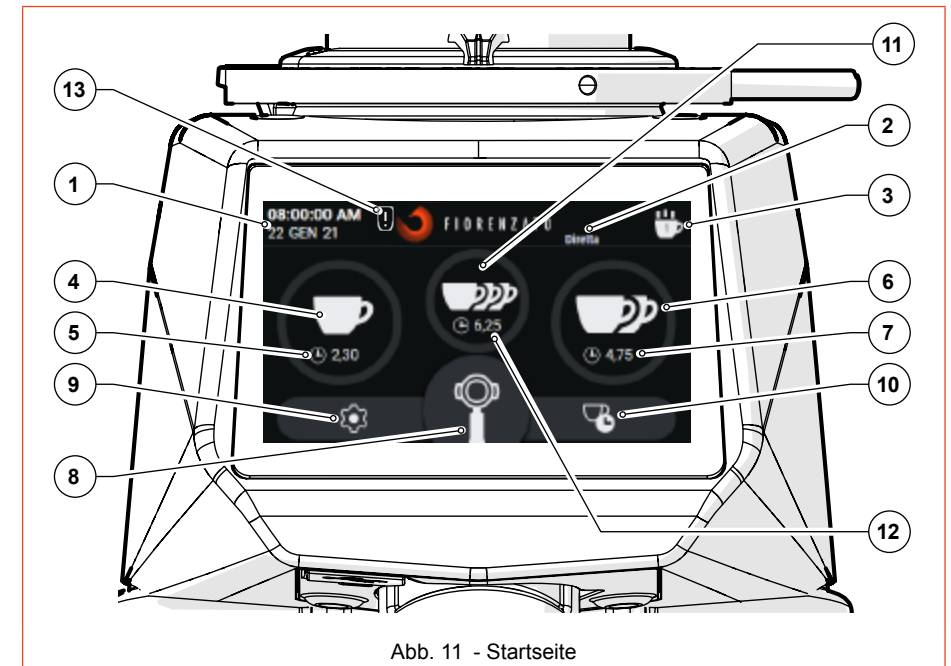

Abb. 11 - Startseite
Auf Abb. 11 wird die STARTSEITE mit der Beschreibung ihrer Funktionstasten und Anzeigefelder dargestellt. Die STARTSEITE kann über das „Einstellungsmenü“ individuell gestaltet werden. Das in der Abbildung wiedergegebene Bild kann also anders sein, als jenes, das beim ersten Einschalten Ihres Geräts auf dem Display angezeigt wird.
Mit Bezug auf Abb. 11, sind auf der STARTSEITE folgende Anzeigefelder und Funktionstasten vorhanden:
Um Zugang zum Einstellungsmenü zu erhalten reicht es aus, auf die Funktionstaste  zu drücken, die immer am linken unteren Rand des Displays sichtbar ist (siehe Abb. 11 Bestandteil 9) drehen. Nach erteiltem Befehl lädt das Display dann das Menü, über welches der zu ändernde Parameter und/oder die zu aktivierende/deaktivierende Funktion ausgewählt werden können, und zwar ganz einfach, indem die Liste der möglichen Optionen nach unten durchgegangen wird, bis der gewünschte Menüpunkt gefunden ist. Das Einstellungsmenü weist folgende Menüpunkte auf:
Die gewünschte Dosis (Einzel-, Doppel- oder Dreifachdosis, falls freigegeben) durch Berühren der entsprechenden Funktionstaste auswählen (siehe Abb. 11 Bestandteil 4, 6 oder 11). Das Icon der berührten Taste beginnt zu blinken, um die erfolgte Auswahl zu signalisieren.
Die Taste „**Manueller Mahlbetrieb**“ (siehe Abb. 11 Bestandteil 8) gedrückt halten, um einen kontinuierlichen Mahlvorgang zu starten. Der Mahlvorgang wird automatisch unterbrochen, sobald die Taste freigelassen wird.
Die der Einzel-, Doppel- oder Dreifachdosis entsprechende Funktionstaste (siehe Abb. 11 Bestandteil 4, 6 oder 11) berühren; nach erteiltem Befehl beginnt sogleich der Mahlvorgang der gewünschten Dosis.
In dieser Betriebsart ist der Aktivierungs-Mikroschalter deaktiviert und alle Dosis-Wahlschalter (siehe Abb. 11 Bestandteil 4, 6, 8 und 11) sind aktivierbar.
In dieser Betriebsart sind der manuelle Mahlvorgang (siehe Abb. 11 Bestandteil 8) und die Dosis-Wahltasten (siehe Abb. 11 Bestandteile 4, 6 und 11) deaktiviert.
Die gewünschte Dosis (Einzel-, Doppel- oder Dreifachdosis, falls freigegeben) durch Berühren der entsprechenden Funktionstaste auswählen (siehe Abb. 11 Bestandteil 4, 6 oder 11). Nach der Auswahl beginnt das Icon der berührten Taste zu blinken, um die erfolgte Auswahl zu signalisieren und bleibt bis zur Auswahl einer anderen Dosis aktiviert. Mit dem Siebträger den Aktivierungs-Mikroschalter (einmal) drücken, um den Mahlvorgang der gewünschten Dosis zu starten.
In dieser Betriebsart bleibt auch der manuelle Mahlvorgang (siehe Abb. 11 Bestandteil 8) aktiviert.
- Nach Abschluss jeder Ausgabe werden die Zähler der Statistiken aktualisiert (siehe Abb. 11 Bestandteil 3). In den Statistiken entspricht der kontinuierliche Mahlvorgang (siehe Abb. 11 Bestandteil 8) der Erhöhung um eine Einheit der Kaffeeausgabenzahl. Die Mahlzyklen werden auch gespeichert, wenn die Option „Statistiken anzeigen“ des Menüs Technische Einstellungen deaktiviert ist.
Ist der manuelle Mahlbetrieb (Abb. 11 Bestandteil 8) deaktiviert, kann die entsprechende Funktionstaste nicht gewählt werden und wird in grau angezeigt.
Ermöglicht die Aktivierung (☑️) oder Deaktivierung (☐️) der Anzeige der Funktionstaste „Statistiken“ auf der Startbildschirmseite (siehe Abb. 11 Bestandteil 3) drehen.